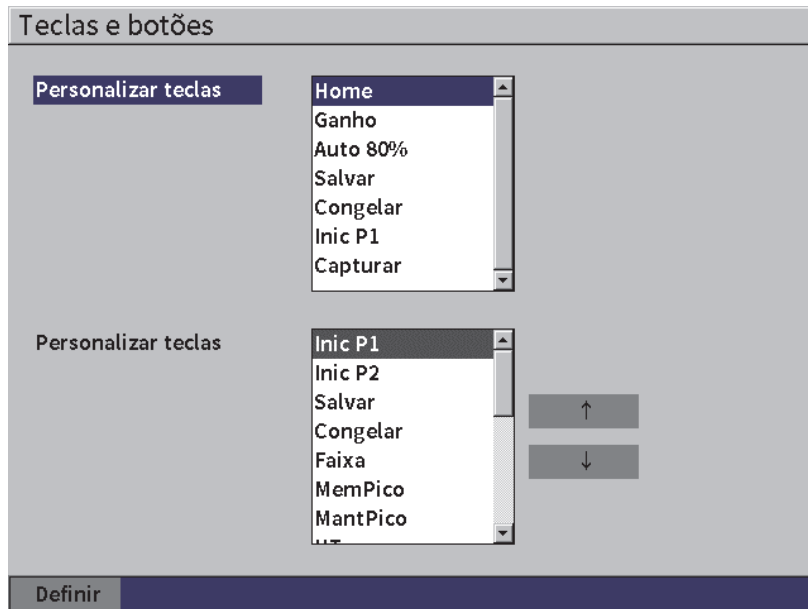

Figura 5-5 Página de configuração Teclas e botões
Pode-se alterar a ação da sequência de botões Shift e Tab na página de configuração **Teclas e botões** (veja Figura 5-5 na página 59).
1. Abra a página de configuração **Teclas e botões** (veja Figura 5-5 na página 59).